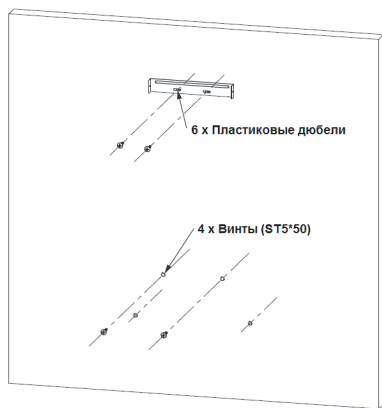

Рис. 4
2. Закрепите держатель воздуховода на стене с помощью винтов (ST5\*50) и пластиковых дюбелей. Вкрутите винты в дюбели, но не до конца, оставив снаружи расстояние в 2 мм. (Рис. 4)